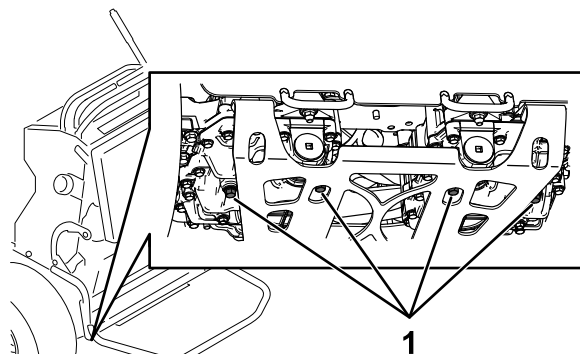

Figura 71
3. Localice los tapones de vaciado en la parte inferior de la transmisión, y coloque un recipiente de vaciado debajo del tapón (Figura 71).